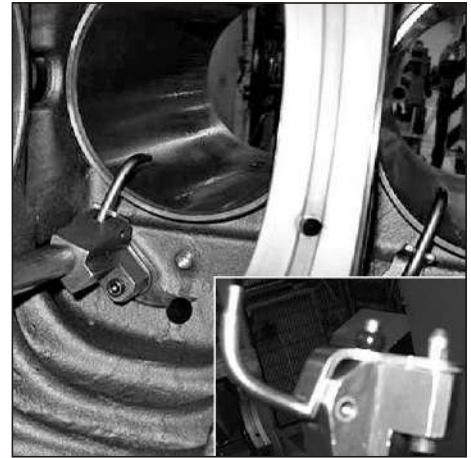

Рис. 96. Установка форсунки охлаждения поршня.
2. Установить форсунку на место, наживить болты (310107) и затянуть $M_{кр} = 20 \pm 4$ Нм (см. Рис. 96).